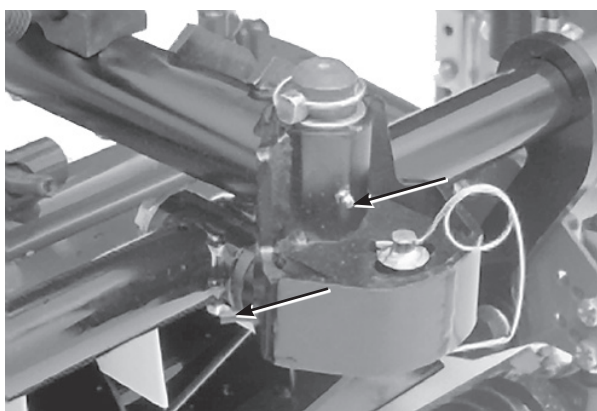

図 36
- ・ カッティングユニットのキャリア・フレームとピボット (各2： 図36)